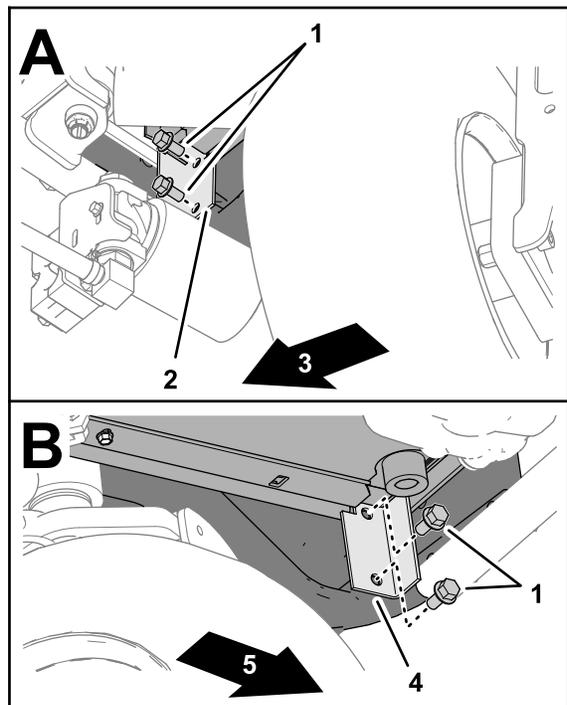

図 28
1. ラジエーターの前下角部で、機体の後部キャストイングにラジエーターブラケットを仮止めする 図 28 機体からラジエーターを外す (ページ 9) で取り外したフランジキャップスクリュー ¾ x ¾" 2本を使用する。
めする 図 28 フランジキャップスクリュー $\frac{3}{8} \times \frac{3}{4}$ " 2 本を使用する。